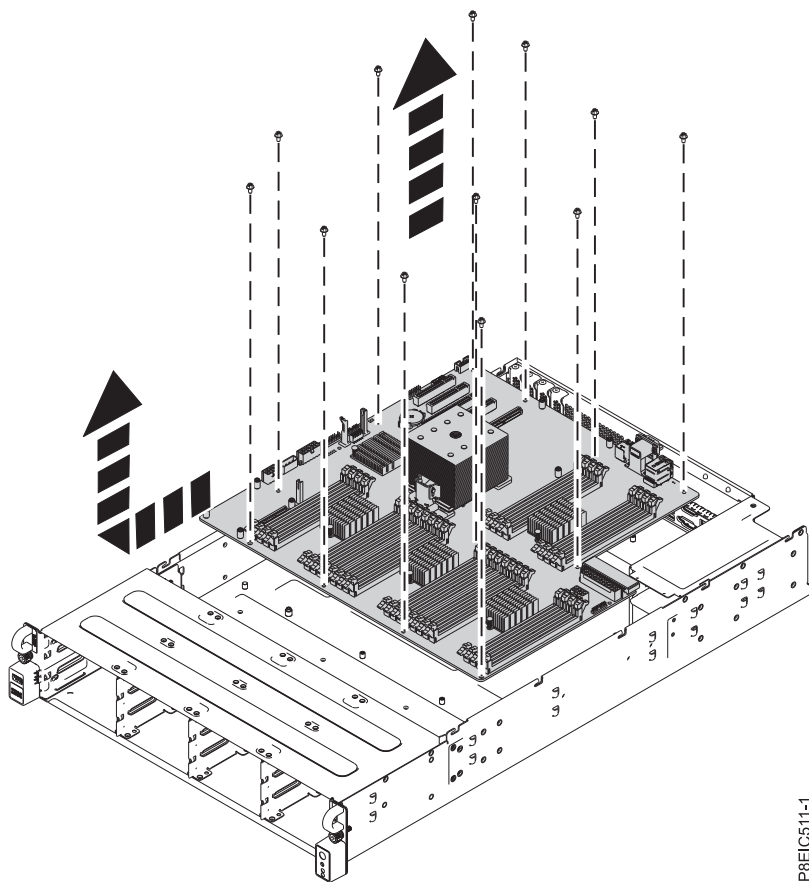

図 71. システム・バックプレーンを持ち上げて外す
13. 前面のケーブルを邪魔にならない位置に移動し、プロセッサ・ヒート・シンクを慎重に保持しながら、システム・バックプレーンをファンの方向にスライドさせてから、持ち上げて外します。 66 ページの図 71を参照してください。